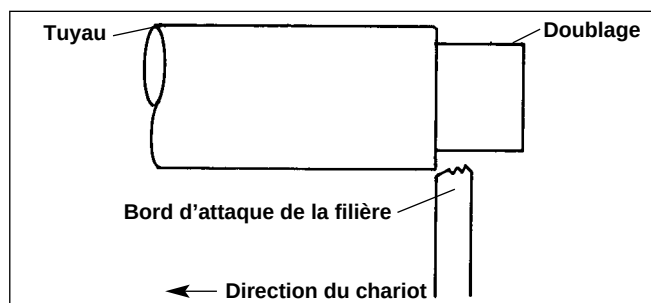

Figure 21 – Positionnez le bord d'attaque du chasse-tube à fleur du tuyau
5. Déplacez le volant du chariot vers le tuyau jusqu'à ce que le bord d'attaque de la filière se trouve à fleur du tuyau. (Figure 21)